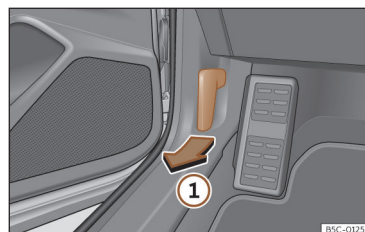

Fig. 214 Levier de déverrouillage sur le plancher, côté conducteur.
- Ouvrez la portière et tirez sur le levier situé sous le tableau de bord >>> **fig. 214 ①**.